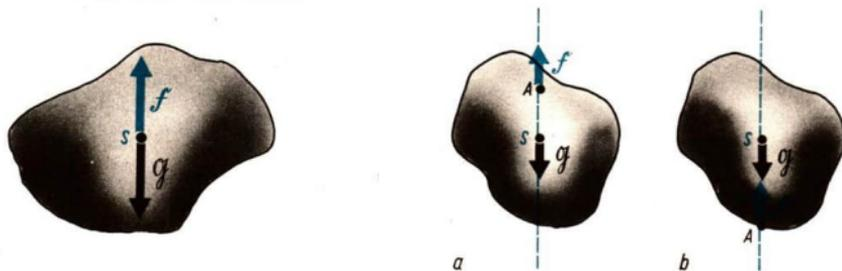

Bild 132/1 Der Körper befindet sich im Gleichgewicht, da die Wirkung der Schwerkraft  $\mathcal{G}$  durch die Kraft  $\mathfrak{F}$  aufgehoben wird
Ein der Schwerkraft unterliegender Körper ist dann im Gleichgewicht, wenn die im Schwerpunkt  $S$  angreifende Gleichgewichtskraft  $\mathfrak{F}$  die Schwerkraft  $\mathcal{G}$  aufhebt (Bild 132/1).
Das gilt für jede Lage des Körpers. Voraussetzung ist nur, daß die Wirkungslinie der Kraft  $\mathfrak{F}$  durch den Schwerpunkt  $S$  des Körpers verläuft (Bild 132/2).
Bild 132/2 Der Körper befindet sich im Gleichgewicht, wenn die Kraft  $\mathfrak{F}$  (Gleichgewichtskraft) und die Schwerkraft  $\mathcal{G}$  die gleiche Wirkungslinie haben und die Beträge der Gleichgewichtskraft und der Schwerkraft gleich sind
**Stabiles Gleichgewicht.** Befindet sich der Schwerpunkt gegenüber seinem Unterstützungspunkt (Aufhängepunkt, Stützachse, Unterstützungsfläche) in der tiefstmöglichen Lage, so bezeichnet man diese Gleichgewichtsart als das **stabile Gleichgewicht** (Bild 132/2a). Der Schwerpunkt wird bei einer kleinen Lageänderung stets gehoben (Bilder 132/2a und 133/2).